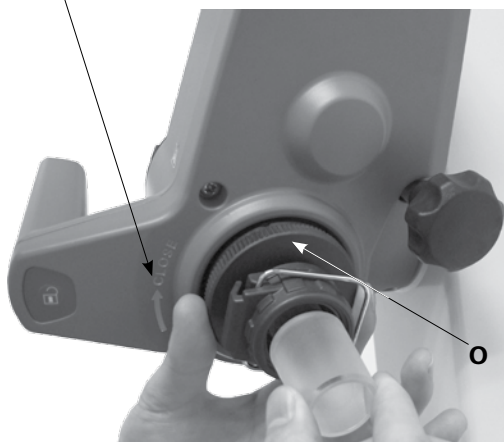

Fig. 14a
- Ouvrez le dispositif d'arrêt (O) de la tête d'entraînement en tournant à 60° dans le sens inverse des aiguilles d'une montre. (Fig. 14a)